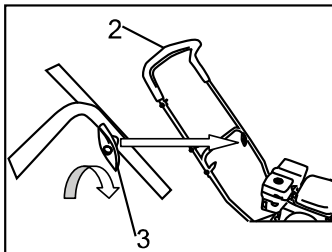

Рис.2
Установить рукоятку (2) на рукоятку (1), закрепить ее барашковыми винтами (3) (Рис.2).